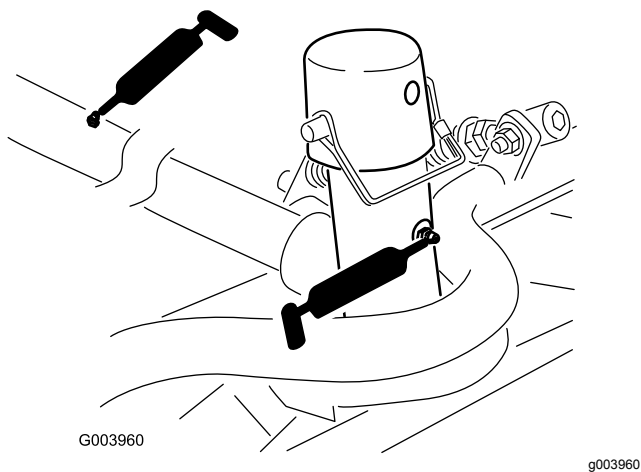

Figura 63
- Bastidor de tiro y pivote de la unidad de corte (2 en cada) (Figura 63).